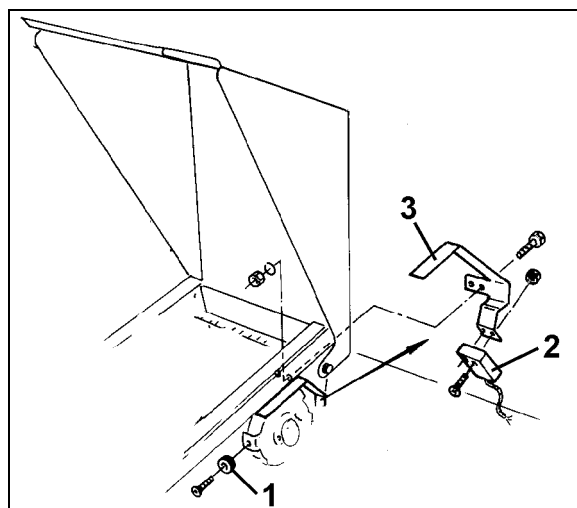

Fig. 11
Fest sensor og magnet på ED (Fig. 11) ved inngangen til kjedehjulreguleringsdrevet:
1. Skru fast magneten (Fig. 11/1) med selvgjengende skrue M4x10 på impulsskiven på den inngående girakselen.
2. Løsne pulsholderen (Fig. 11/3) og fest den igjen for å feste sensorene.
3. Skru fast sensoren (Fig. 11/2) på pulsholderen (Fig. 11/3).